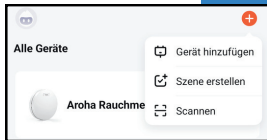

Abbildung 1: Gerät in der App hinzufügen
Schritt 5: Klicken Sie auf das „+“ in der oberen rechten Ecke des App-Startbildschirms. Wählen Sie dann „Gerät hinzufügen“, wie Sie in Abbildung 1 sehen. Die App sucht nun automatisch nach Geräten, die sich im Kopplungsmodus befinden. Befolgen Sie die Schritte wie in der App beschrieben.